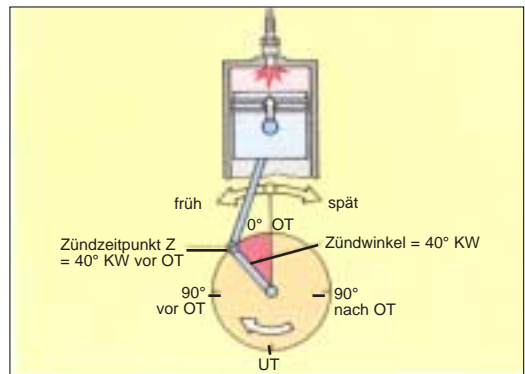

Abb.5: Zündwinkel
Der **Zündzeitpunkt** (Z) wird in Kurbelwellenwinkelgraden ( $^{\circ}$ KW) im Abstand zum oberen Totpunkt (OT) angegeben (Abb. 5, S.539).
Der Winkel zwischen Zündzeitpunkt und oberem Totpunkt wird als **Zündwinkel** bezeichnet. Liegt der Zündzeitpunkt vor OT, so wird von **Frühzündung**, liegt er nach OT, so wird von **Spätzündung** gesprochen (Abb. 5, S.539).